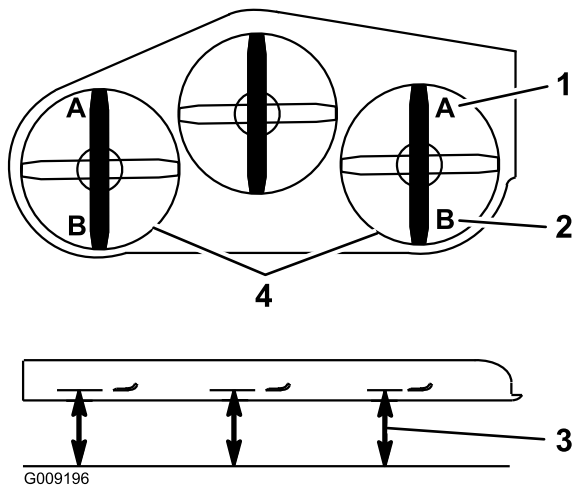

Figure 93
9. De chaque côté du tablier de coupe, mesurez la distance entre la surface plane et la pointe avant de la lame (position A). On doit obtenir un écart de 7,6 cm (3") (Figure 93).
16. De chaque côté du tablier de coupe, mesurez la distance entre la surface plane et la pointe arrière de la lame (position B). On doit obtenir un écart de 8,3 cm (3 1/4") (Figure 93).